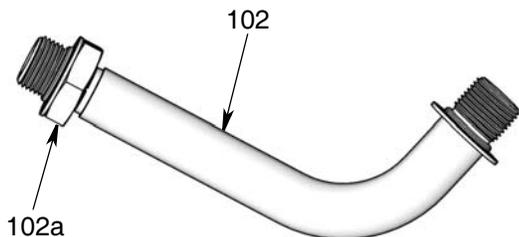

FIG. 4
3. Enrosque la pieza giratoria (1) del medidor en el accesorio de conexión de la manguera. Utilice dos llaves y haga fuerza en direcciones opuestas para apretar bien el medidor al accesorio de conexión de la manguera.
4. Instale la extensión (102) en el medidor:
- a. Afloje la tuerca de la extensión (102a) (FIG. 4) hasta que salga por completo de las roscas de la tubería.